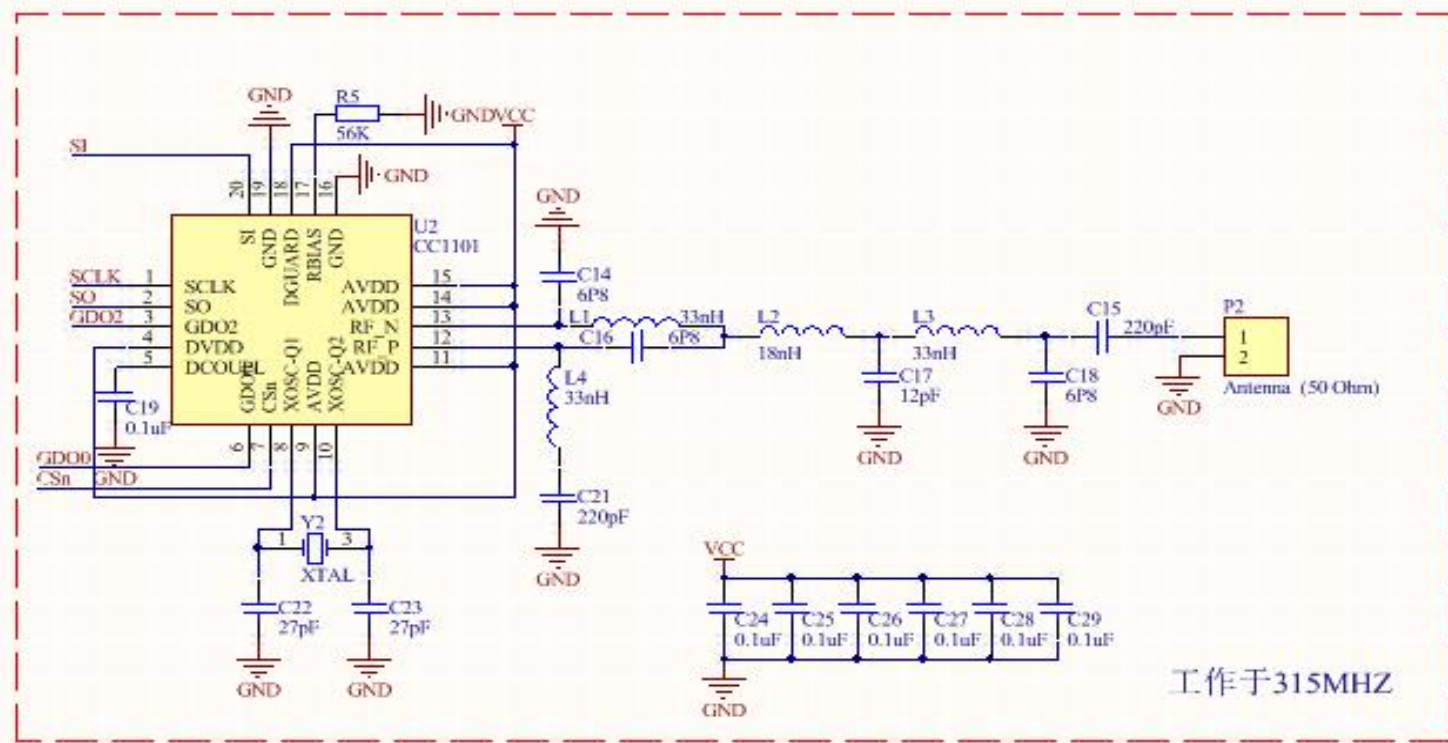

图3-61 发射电路模块
5)添加覆盖区。单击菜单**Place**中的**Dircetives**，选择**Blanket**，拖动鼠标，覆盖发射电路，如图3-61所示。